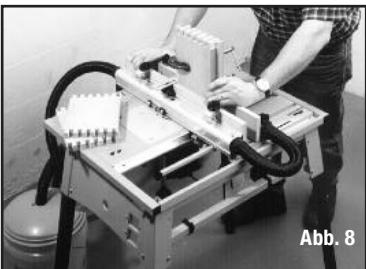

Abb. 8
Probeschnitt (an zwei Werkstücken) – siehe Abb. 8
5. Schieben Sie die Probestücke an das Anlegestück und verwenden Sie eine C-Schraubzwinge o.ä., um die Probestücke in der auf Abb. 8 gezeigten versetzen Stellung zu fixieren.